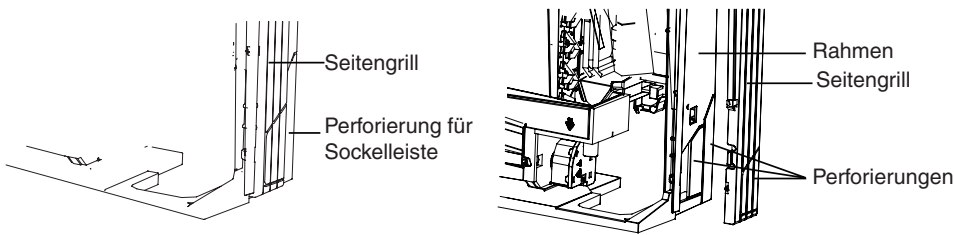

Bild 25: Perforierungen für Sockelleisten und Verrohrung am Geräterahmen und am Seitengrill
- bei ggf. vorhandenen Sockelleisten Perforierung am seitlichen Grill und am Geräterahmen ausbrechen (siehe Bild 25).